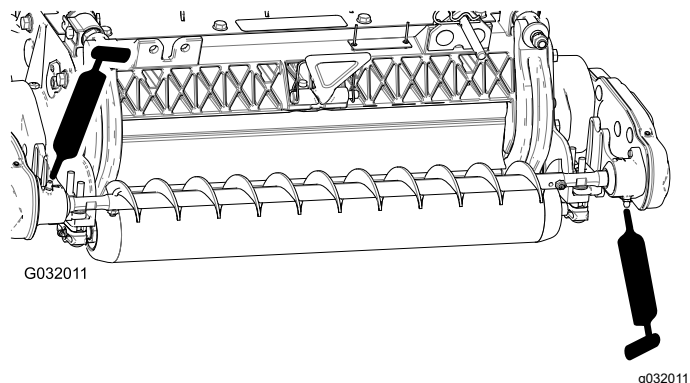

图 18
3. 用 2 号通用型锂基润滑脂润滑每个滚筒刷轴承座上的黄油嘴 图 18。擦掉多余的润滑脂尤其是防尘圈周围。